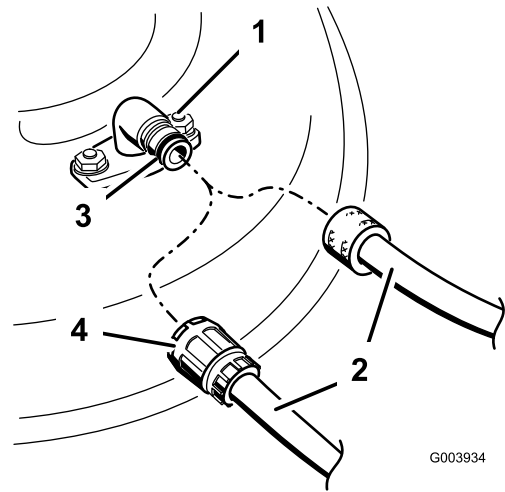

Bild 21
4. Schließen Sie einen Schlauch an den Wasseranschluss an und drehen Sie das Wasser mit starkem Druck auf (Bild 21).